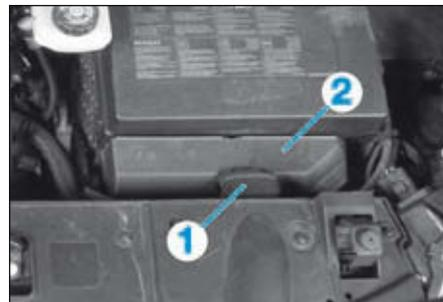

FIG.34
- le conduit d'air (1) (Fig.34),
- le cache du calculateur (2).